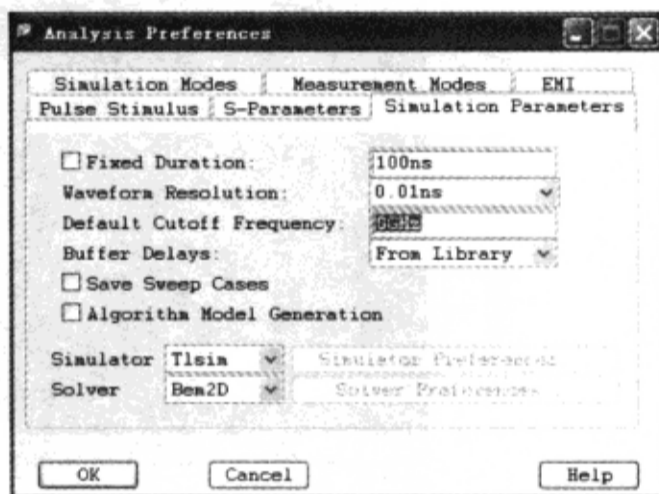

图 6-4-9 设置仿真参数
(3) 设置“Simulation Parameters”栏，如图6-4-9所示。